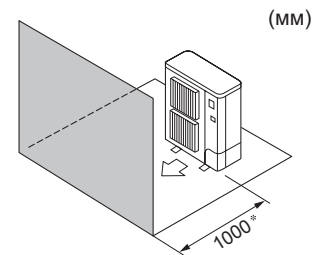

Fig. 2-6
- ④ Перешкоди спереду (Fig. 2-6)